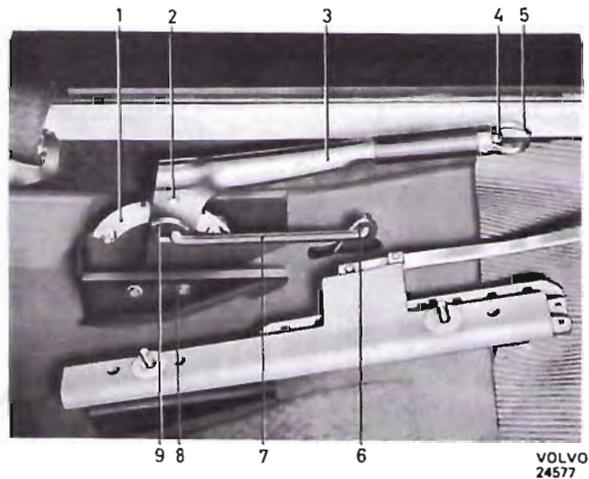

Abb. 114 Handbremsteile, 1800
2. Splint und Scheibe am Hebel der Handbremswelle entfernen (6, Abb. 114). Zugstange (7) etwas drehen, bis diese sich vom Hebel an der Welle abhängen läßt. Rastensegment (1) ausbauen.
3. Befestigungsschrauben für den Lagerflansch (8) lösen. Flansch mit Lagerbolzen austreiben. Stockhebel (3) nach oben herausnehmen.
2. Handbremse lösen und die Zugstange (7, Abb. 114) vom Hebel der Handbremswelle (6) abhängen.